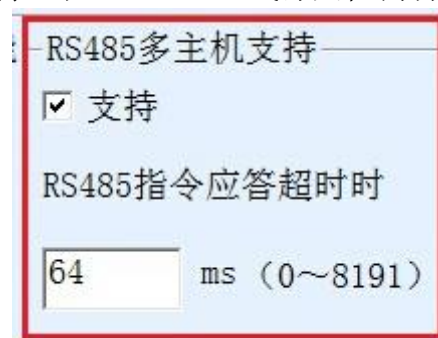

图 32 RS485 多主机支持
如图 32 所示的“RS485 多主机支持”和“RS485 总线冲突检测功能”就是卓岚的多主机功能。它们一般是同时启用和同时禁用的。启用后让转化协议为 Modbus TCP 的设备具有存储型 Modbus 网关功能，否则为非存储型 Modbus 网关；如果转化协议为无，一般可以让用户自定义的 RS485 协议也具有多个主机同时访问的串口设备的功能，这在纯粹的 RS485 网络中是无法实现的，因为多个主站同时发送会在 RS485 总线上产生冲突。卓岚串口服务器的多主机可以对 RS485 总线进行“协调”从而达到多主机访问的目的。
2. 图 32 所示为“RS485 指令应答超时时间”，一般根据来回应答的指令长度决定，如果发送指令为 N 字节，应答为 M 字节，那么建议设置的值为：“数据包间隔” \times (N+M+5) +100。